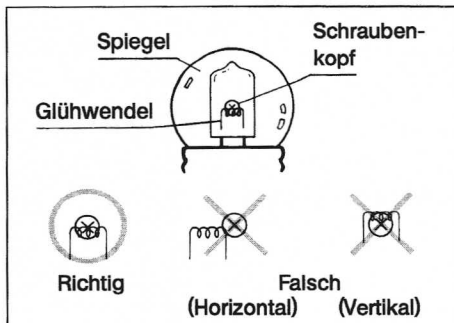

Abb. 7
- 3) Lampe von vorne ansehen und überprüfen, ob die untere Hälfte des Schraubenkopfes auf der Spiegeloberfläche von der Glühwendel abgedeckt wird (Abb. 7).